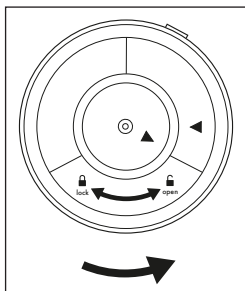

Abb. 1
2. Drehen Sie das Hauptgerät 7 auf den Kopf, um an den Batteriefachverschluss 13 zu gelangen. Drehen Sie den Batteriefachverschluss 13 gegen den Uhrzeigersinn in Richtung **open** , bis sich der Batteriefachverschluss 13 abnehmen lässt (siehe Abb. 1).